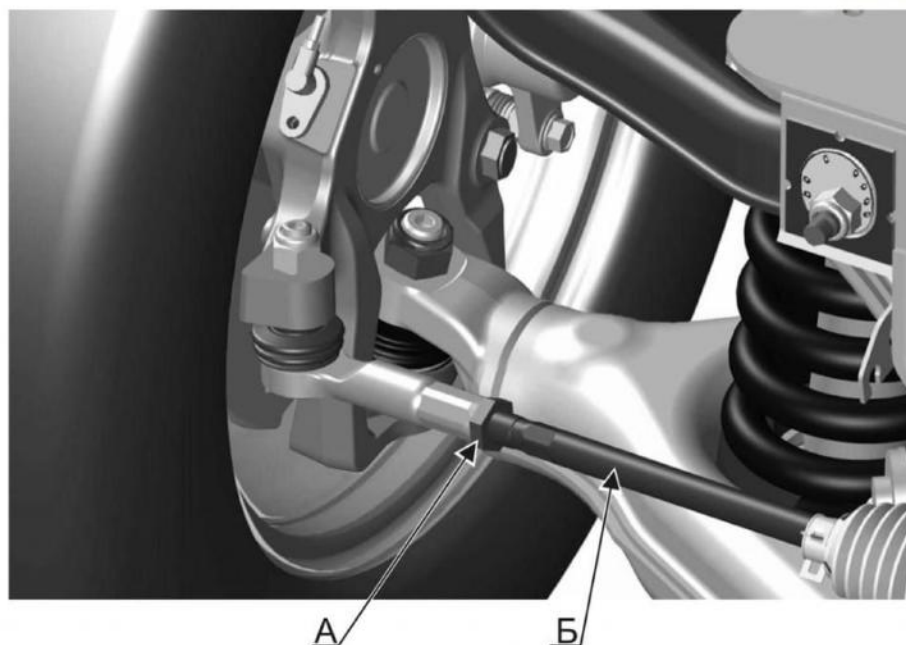

Рис. 4.13. Регулировка схождения колес
- ослабить гайки А (рис. 4.13) и вращением тяг Б добиться требуемого схождения. Затем затянуть гайки А наконечников необходимым моментом (см. «Моменты затяжки резьбовых соединений»).